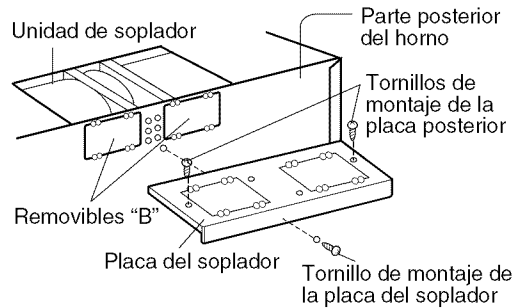

Figura 12
1. Quite el tornillo de montaje de la unidad del soplador. Saque la placa del soplador del gabinete. Vea la **Figura 12**.